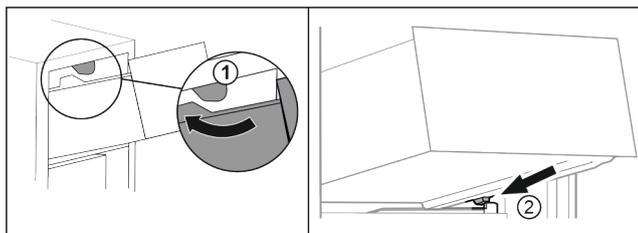

Fig. 77
- ▶ 将抽屉移动到上方止动器附近。 Fig. 77 (1)
- ▶ 将抽屉斜放在容器肋梁上的下方止动器后面。 Fig. 77 (2)